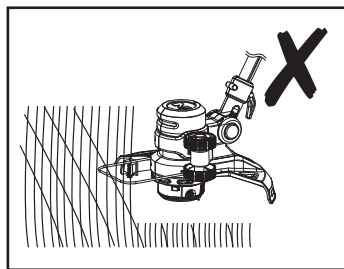
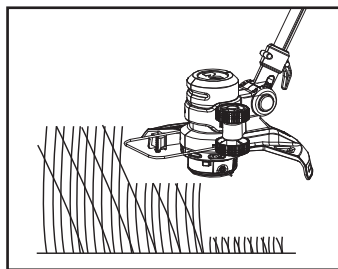

Fig. 18
Fig. 19
7. Asigură-te că dispozitivul de tăiere este curat și fără resturi ce pot produce blocarea. Verifică periodic. Eliberează comutatorul de pornire / oprire (2) și deconectează produsul de la sursa de alimentare înainte de a verifica.
8. Taie iarba mai lungă în mai multe etape, nu dintr-o singură mișcare (fig. 18). Pentru cele mai bune rezultate, taie iarba mai lungă în etape (fig. 19).